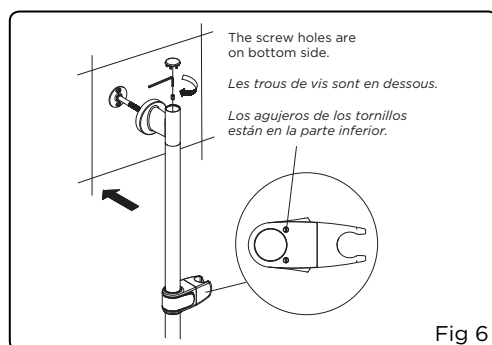

Fig 6
6. Place and hold the slide bar with slide body onto the post; it should "click" into place. Tighten the set screw with supplied hex wrench, then press the cap (Fig 6).
- NOTE:** When installed correctly, the slide body will have screw holes located on the bottom side. See Fig 6.
6. Placer la barre avec le support coulissant sur la fixation et la pousser en place. Un clic devrait se faire entendre. Serrer la vis de pression avec la clé hexagonale fournie, puis poser le capuchon (fig. 6).
REMARQUE: Si l'installation a été bien faite, les trous de vis sont en dessous du support coulissant (voir la figure 6).
6. *Ponga y sujete la barra con la pieza deslizante en la sujeción; deberán encajar. Apriete el tornillo de presión con la llave hexagonal y presione el tapón (fig. 6).*